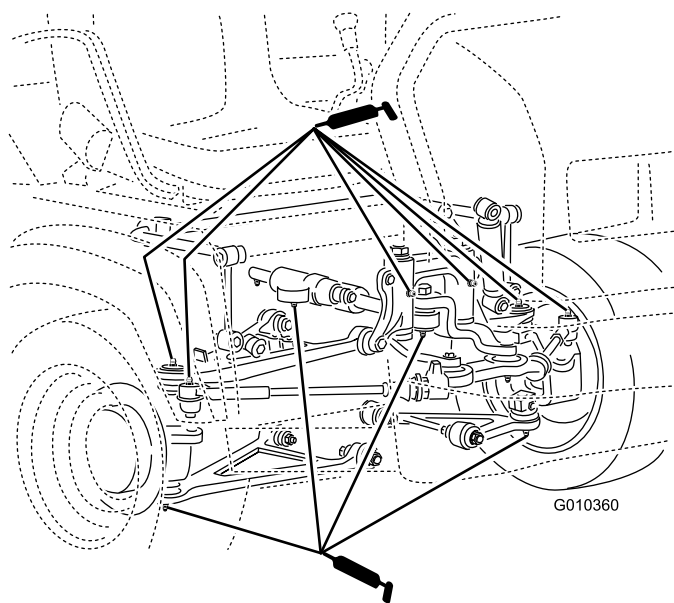

Figura 29
- Giunti sferici (4);** fate riferimento alla Figura 29
- Tiranti (2);** fate riferimento alla Figura 29
- Supporti a perno (2);** fate riferimento alla Figura 29
- Cilindro dello sterzo (2);** fate riferimento alla Figura 29